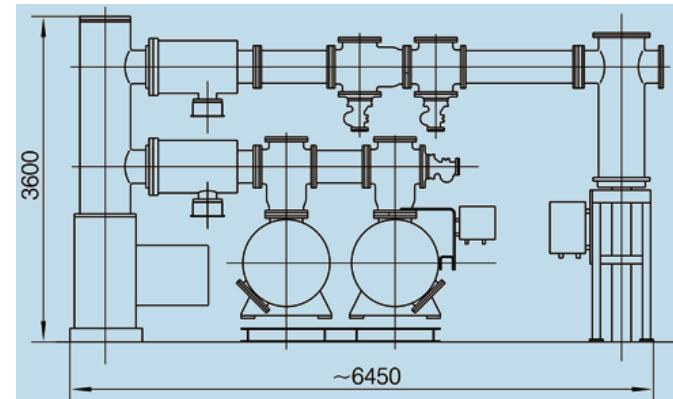

Рис. 5.1 Соединитель двойной шины – входящая и выходящая кабельная линия
- 5.1.2 Подключение двойной шины (см. рис. 5.1)